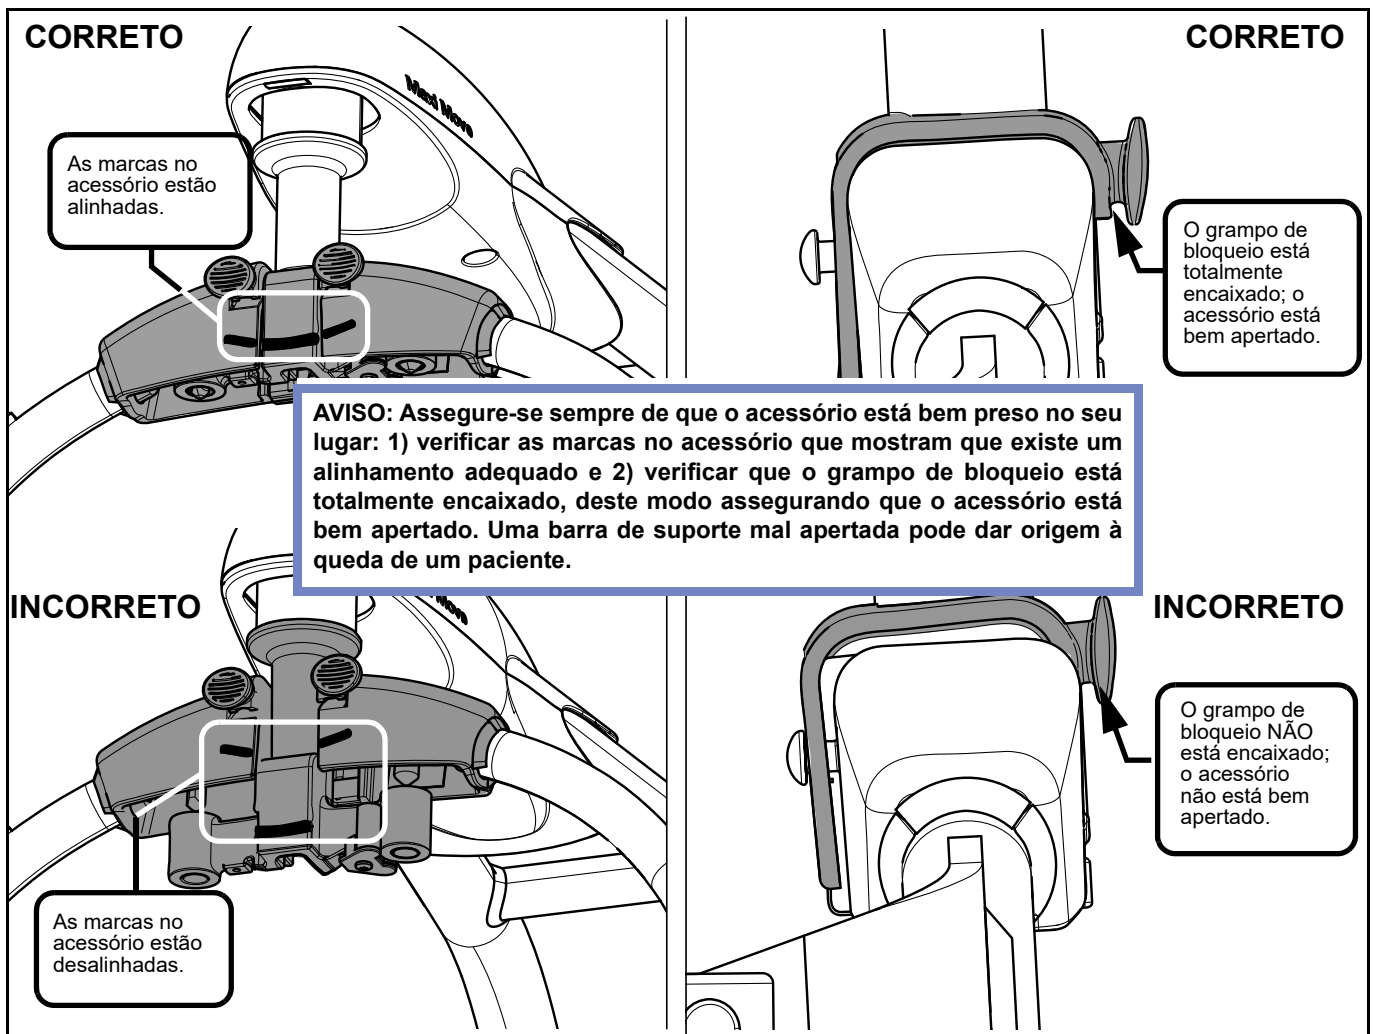

Fig. 16
**Para instalar um acessório:** Selecione o acessório necessário e — manuseando-o cuidadosamente, com os botões de plegar do grampo de bloqueio na sua frente — permita que a reentrância no acessório se ajuste em torno do veio da barra em T (consulte a Fig. 15D). Certifique-se de que o acessório desce sobre a barra em T e de que o grampo de bloqueio encaixa completamente. (consulte a Fig. 16).